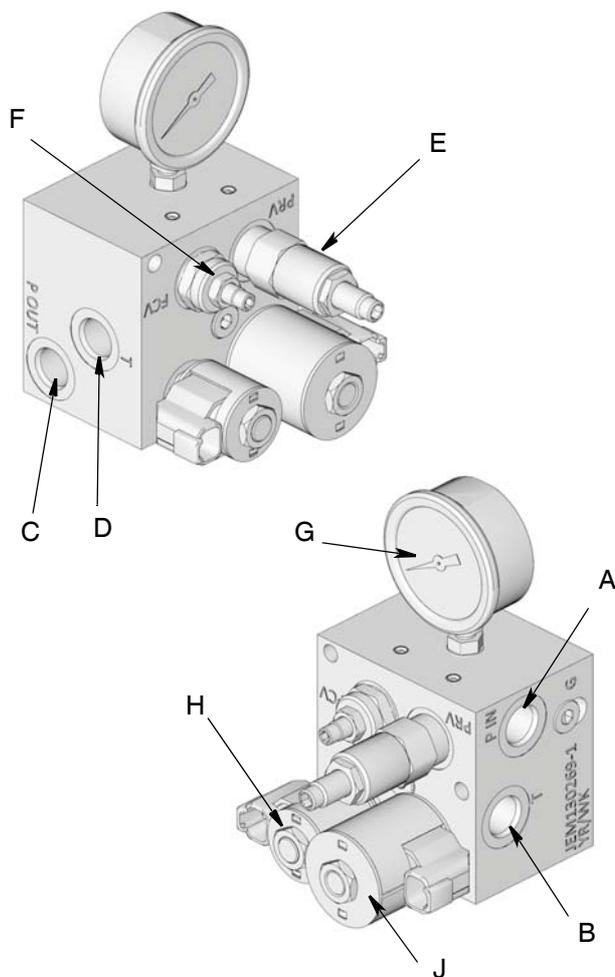
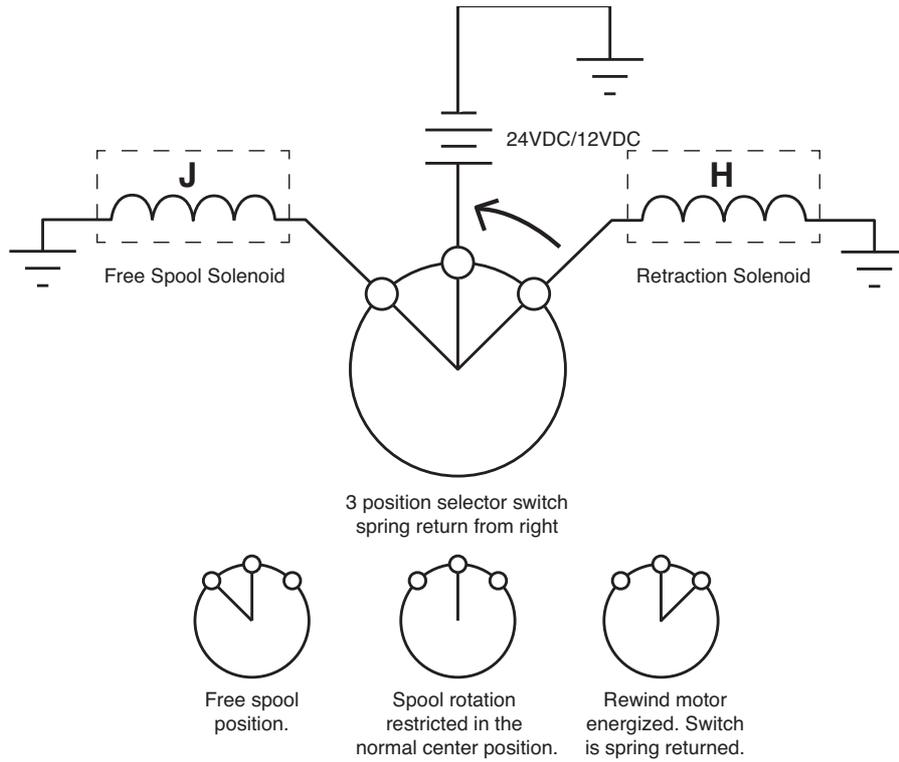
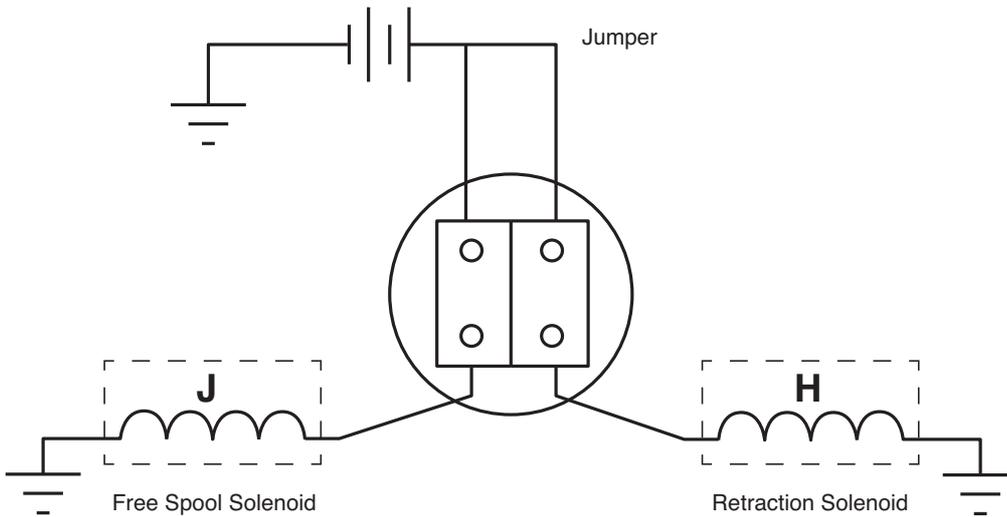

FIG. 19
FIG. 20
FIG. 21
1. Instale el control hidráulico (Graco PN 127224 - 12V o 127225 - 24V. Consulte Kits variados en la página 41) (FIG. 19).
- a. Conecte el suministro de alimentación hidráulica a la entrada de la presión hidráulica (A).
- b. Conecte la manguera de salida del tanque a la lumbrera del tanque (B).
- c. Conecte la salida de presión hidráulica (C) a la entrada del motor hidráulico adecuada en el carrete para la dirección de giro deseada.
- d. Conecte el retorno del tanque (D) al puerto restante en el motor del carrete.
2. El cable cambia de solenoides en el módulo de control hidráulico, como se muestra en (FIG. 20 y FIG. 21).
- Motores hidráulicos: invierta la entrada y el retorno a las líneas de tanque del motor hidráulico (FIG. 19, page 26).